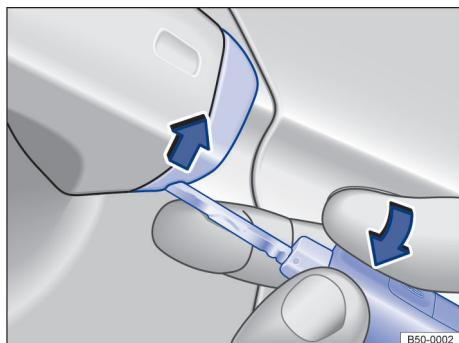

Fig. 68 Maçaneta da porta do condutor: alavancar a capa de cobertura para fora.
- Alavancar a capa de cobertura para fora, juntamente com a chave do veículo no sentido da seta → Fig. 68.